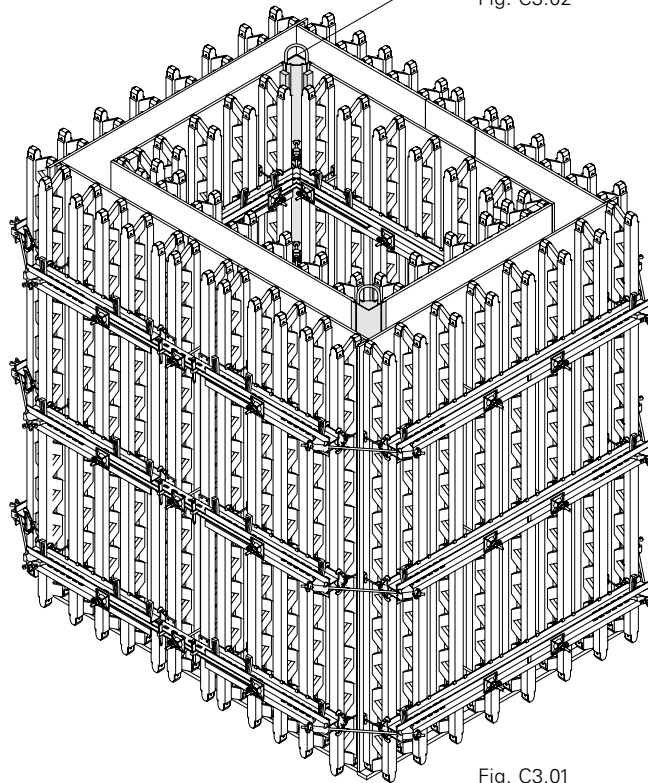

Fig. C3.01
3. Posicionar el encofrado exterior, unir en diagonal y atar con cerrojo SKZ, barra de atado, tuerca mariposa y cuña KZ. (Fig. C3.01)